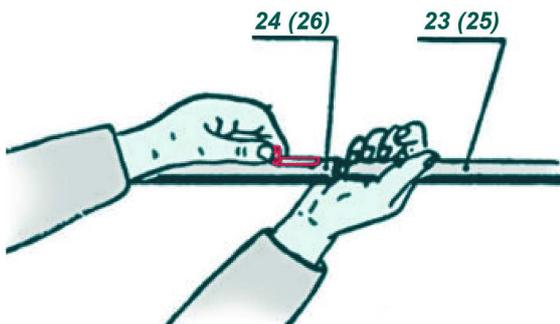

Рисунок 8.
7. Соедините (рис. 8) соответствующие концы брусьев привальных 23 и 24 и стрингеров 25 и 26 с помощью подпружиненных выдвижных втулок.